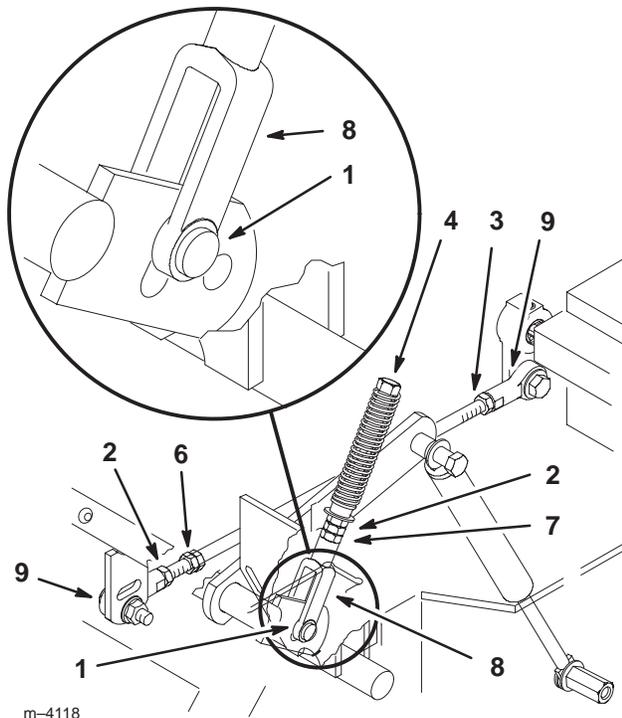

Figure 51
4. Tirez-le ensuite en arrière jusqu'à ce que l'axe de chape (situé sur le bras au-dessous de l'axe de pivot) touche l'extrémité de la fente (c.-à-d. commence juste à appuyer sur le ressort) (Fig. 51).
6. Si un réglage s'impose, desserrez l'écrou et l'écrou de blocage vissés contre la chape (Fig. 51).
8. Serrez l'écrou et l'écrou de blocage (Fig. 51).
1. Desserrez les contre-écrous sur les rotules de la tige de commande de la pompe (Fig. 51).
3. Réglez la longueur de la tige de pompe en tournant les doubles écrous dans le sens voulu, jusqu'à ce que la roue soit immobilisée ou tourne légèrement en marche arrière (Fig. 51).
6. Serrez les écrous contre les rotules (Fig. 51).